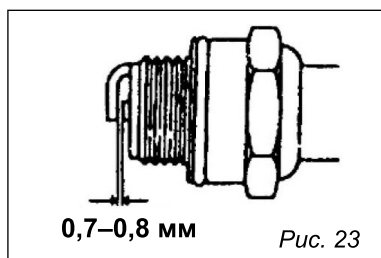

Рис. 23
4. Проверьте расстояние между электродами калибром толщины и установите зазор 0,76 мм при необходимости (см. рис. 23).